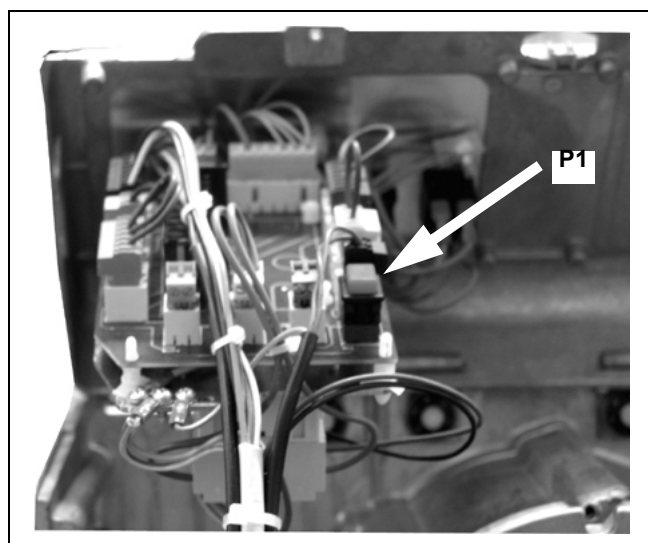

Рис. 13 - Кнопка подключения второго сопла на двухступенчатых горелках
- ◆ Когда появится пламя, нажать на кнопку P1 (Рис. 13) на несколько секунд, для заполнения трубки второго сопла;
Рис. 13а - Отбор давления воздуха вентилятора